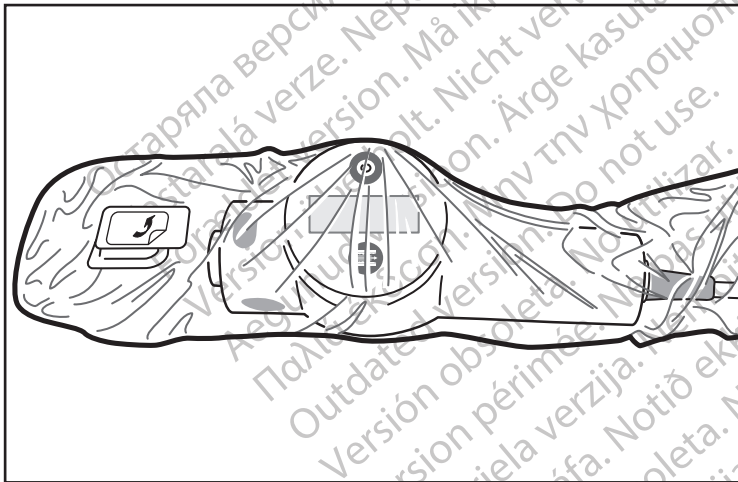

Figura 6. Bolsa colocada
- Para colocar la bolsa, deje de introducir la unidad motora MDU5 PLUS en la bolsa en cuanto obtenga un ajuste perfecto. El operador estéril no necesita desplazar la unidad motora MDU5 PLUS hasta que alcance la placa frontal de la bolsa. Es normal que quede un espacio entre la punta de la unidad motora MDU5 PLUS y la placa frontal de la bolsa (figura 6).